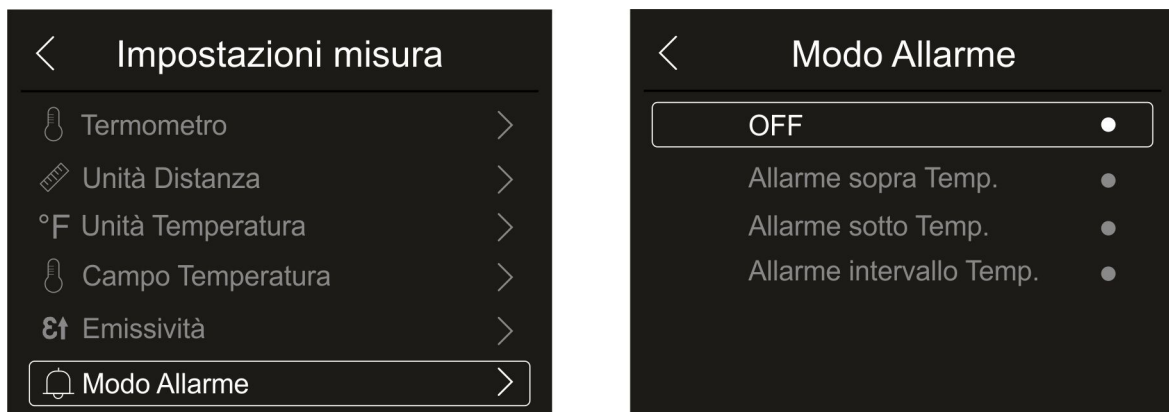

Fig. 29: Menu attivazione soglie di allarme sulla misura
1. Toccare la voce “Modo Allarme” per eseguire l’attivazione delle soglie di allarme acustico sulla misura di temperatura associate agli oggetti inseriti sull’immagine (cursore, punti, linee e aree) associate alla funzione “Allarme” presente nel menu principale (vedere §). La Fig. 29 – parte destra è mostrata: